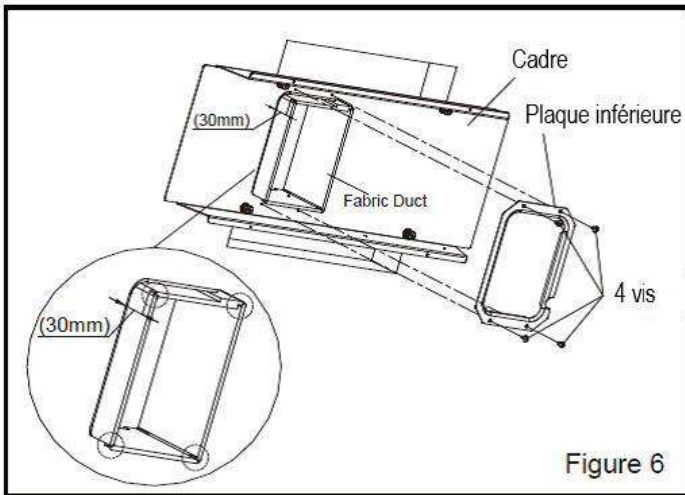

Figure 6
1. Comme illustré à la Figure 6, l'unité extérieure a deux ensembles de fils sortants, qui sont des cordons d'alimentation (courant élevé) et les fils de signal de commande respectivement. Le premier doit être directement connecté à la borne d'alimentation tout en ce dernier doit être connecté au fil de signal de commande de l'unité intérieure.